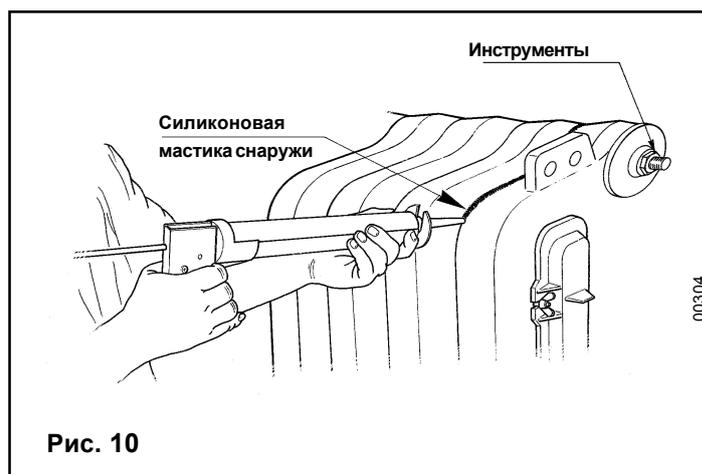

Рис. 10
- Нанести уплотняющую силиконовую мастику при помощи поставляемого с котлом пистолета (см. рис. 10),